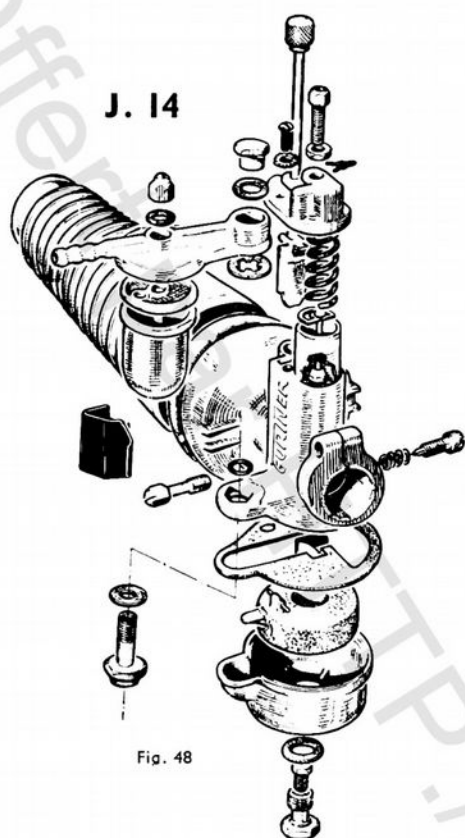

Fig. 48
**Carburateur GURTNER type J. 14**, à cuve centrale et cuve de décantation - volet d'air à retour automatique - gicleur 64, passage 14, réglage 522. (fig. 48).